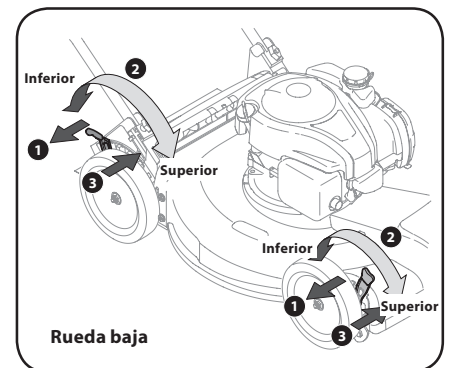
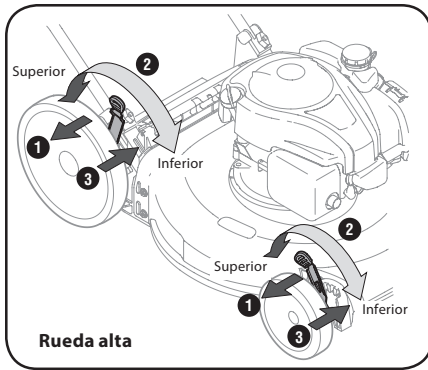

Figura 2-11
Figura 2-12
- Mueva la palanca a la posición deseada para cambiar la altura de corte. Consulte la Figura 2-11 para la rueda baja y la Figura 2-12 para la rueda alta.